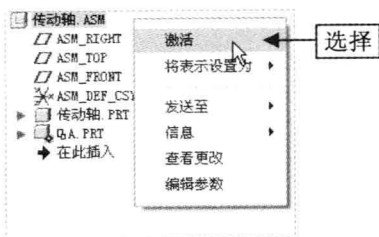

图 11-40 选择“激活”命令
Step 11 在模型树中选择“传动轴.ASM”选项,单击鼠标右键,在弹出的快捷菜单中选择“激活”命令,如图 11-40 所示。